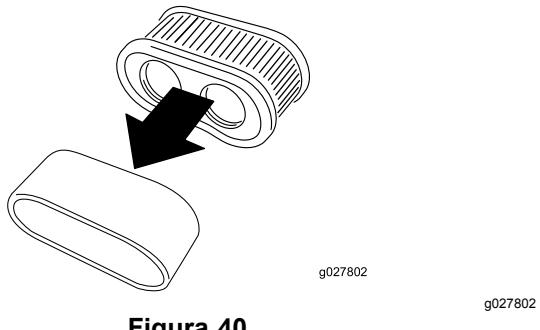

Figura 40
5. Separe los elementos de gomaespuma y papel (Figura 40).